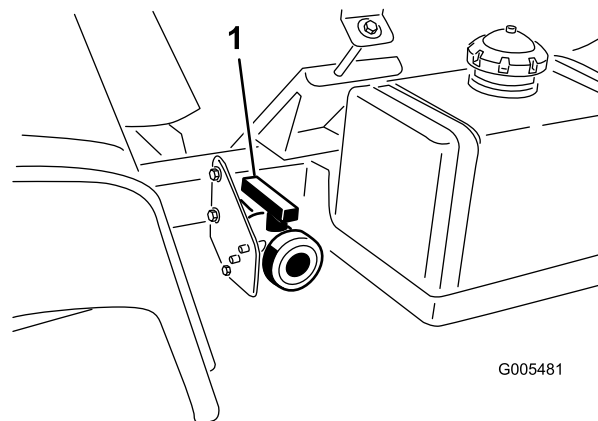

Figure 27
2. Trouvez l'emplacement du robinet de vidange de la cuve du côté gauche de la machine (Figure 27). Le robinet se trouve sur le châssis, devant le réservoir de carburant.